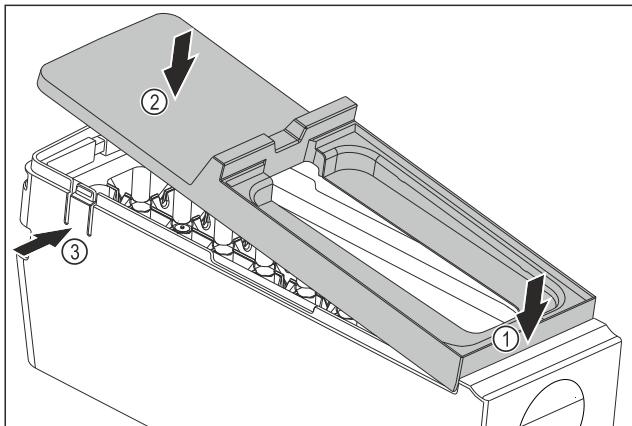

Fig. 99
- Встановіть кришку корпусу EasyTwist-Ice: Прикріпіть кришку спереду. Fig. 99 (1)
- Опустіть кришку ззаду. Fig. 99 (2)
- Кришка зі звуком фіксується в обох виступах Fig. 99 (3).